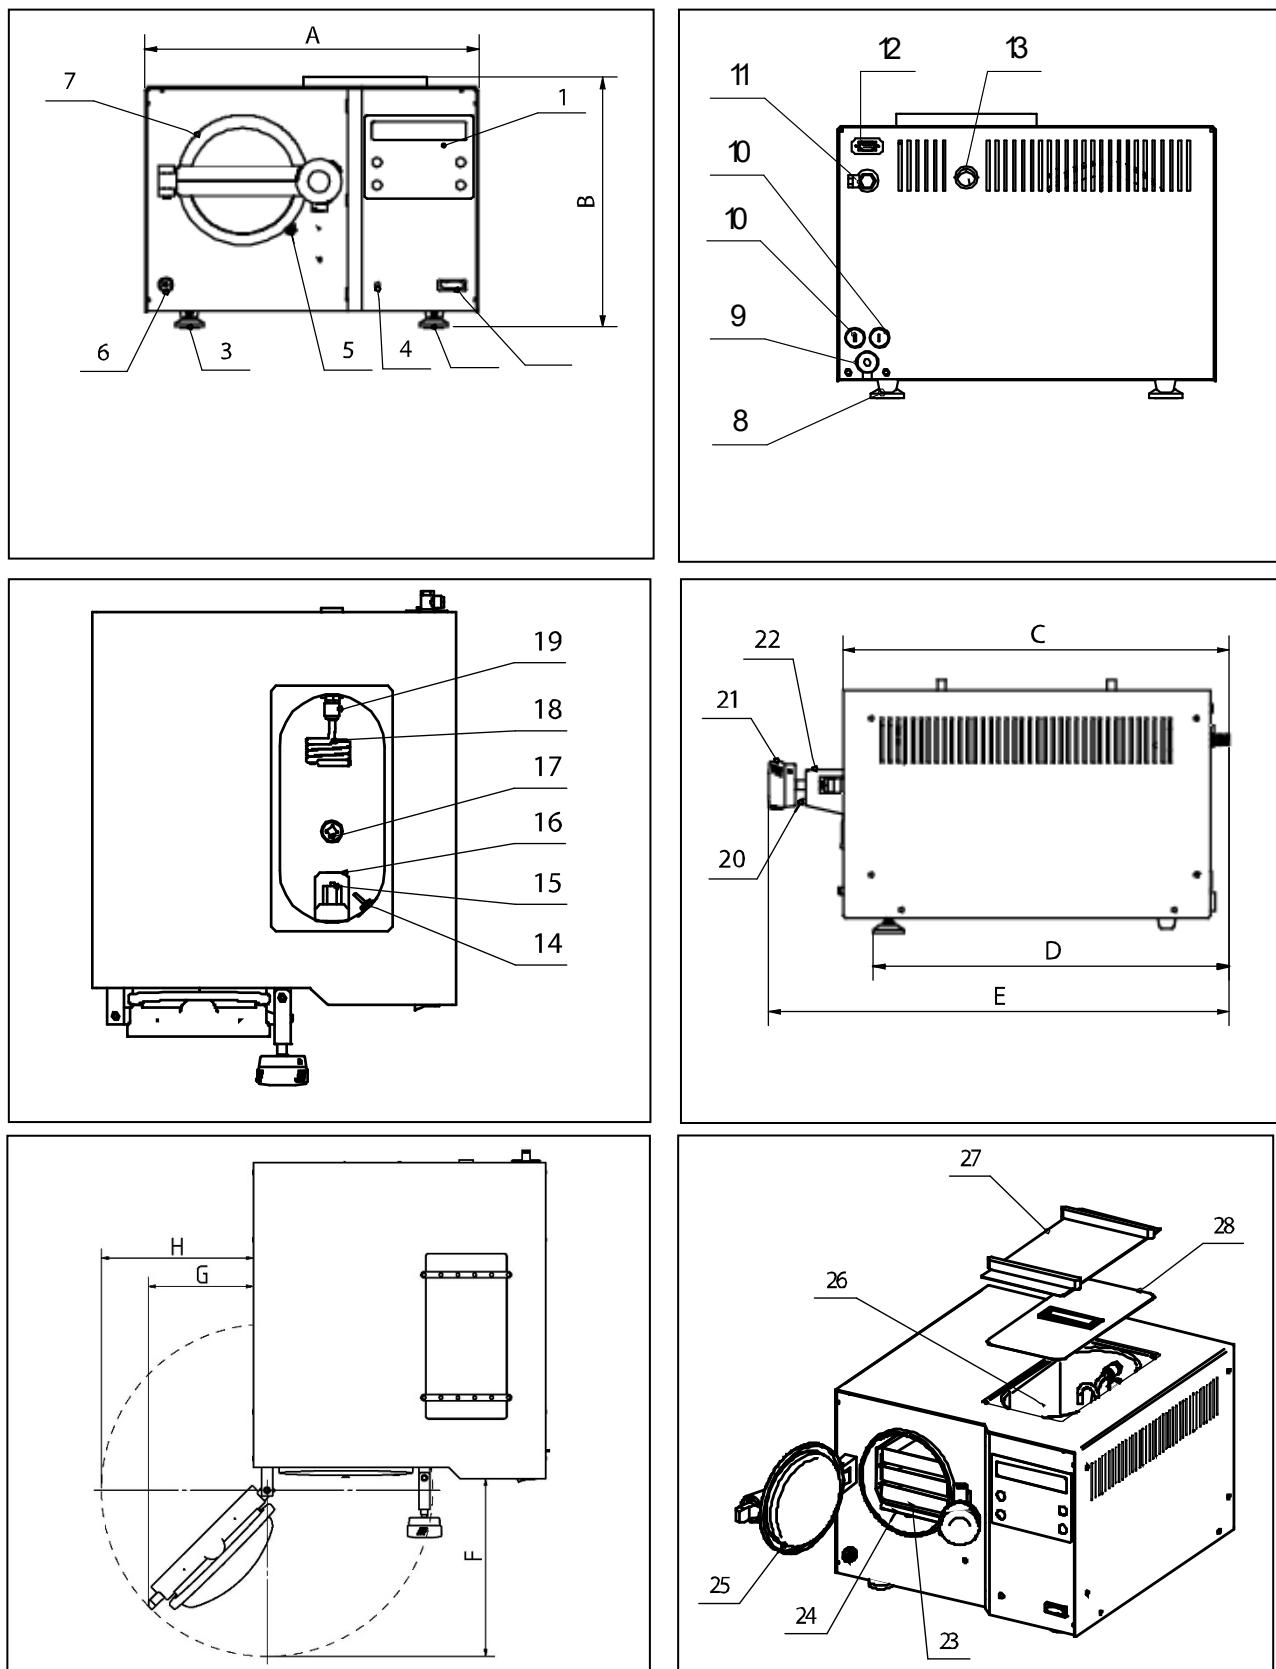

Abb. 1 Geräteansichten
- Bei Anschluss des externen Kondensatbehälters unbedingt die Kondensationswendel Druckablass (Abb. 1, Pos. 18) aus dem Vorratsbehälter entfernen. Täglich den Kondensatbehälter auf seinen Füllstand kontrollieren und rechtzeitig entleeren, um einen Wasserüberlauf und daraus resultierende Wasserschäden zu vermeiden (Keine automatische Niveauüberwachung!).
Bei häufigerem Gebrauch erwärmt sich das Wasser im Vorratsgefäß sehr stark, so dass keine vollständige Kondensation im Vorratsgefäß möglich ist und es zum Dampfaustritt an der Entlüftungsöffnung (Abb. 1, Pos. 13) an der Rückwand des Autoklaven kommt. Unter diesen Umständen kann ein externer Kondensatbehälter (Art.-Nr. 00356) an den Autoklaven angeschlossen und gleichzeitig die Kondensatwendel (Abb. 1, Pos. 18) im Vorratsgefäß entfernt werden. Jetzt arbeitet der Autoklav im Einweg-Verfahren, so dass das je Sterilisation verdampfte Wasser im externen Kondensatbehälter kondensiert wird. Neben der Vermeidung der Überhitzung des Wassers im Vorratsgefäß und dem damit verbundenen Dampfaustritt hat diese Installationsvariante den Vorteil, dass eine Verschmutzung des Wassers im Vorratsgefäß durch im Dampf gelöste Verunreinigungen ausgeschlossen wird und damit für den folgenden Programmablauf wieder saubereres Speisewasser zur Anwendung kommt.
Die Versorgung des Gerätes mit Speisewasser erfolgt aus dem integrierten und manuell zu befüllenden Vorratstank (Abb. 1, Pos. 26). Für eine sichere Befüllung des Vorratsbehälters ist ein Freiraum von mindestens 30 cm oberhalb des Gerätes zu gewährleisten.
Den Netzschalter (Abb. 1, Pos. 2) an der Gerätefront (rechts unten) einschalten.
Den Gehäusedeckel (Abb. 1, Pos. 27) und den darunter befindlichen Deckel des Vorratsbehälters (Abb. 1, Pos. 28) abnehmen. Den Vorratsbehälter mit ca. 3 l Speisewasser füllen. Hierbei ist zu beachten, dass das Wasser nicht die Wasserstandsmarke "MAX" (Abb. 1, Pos. 16) übersteigt. Damit der abströmende Dampf kondensiert und erhöhter Verbrauch an Speisewasser vermieden wird, sollten die Kühlslangen im
Vorratsbehälter immer vom Wasser bedeckt sein. Deshalb verbrauchtes Speisewasser rechtzeitig nachfüllen – oder besser – das restliche Wasser über den Ablasshahn (Abb. 1, Pos. 6) ablassen und Speisewasser wieder bis zur „MAX“-Marke auffüllen.
Blindkappe am Anschluss für den externen Kondensatbehälter (Abb. 1, Pos. 11) an der Rückwand des Autoklaven entfernen, den Ablauchschlauch (im Lieferumfang des Kondensatbehälters) auf den Anschluss stecken und mit dem Überwurf wieder fest verschrauben.
Abschließend die Kondensatwendel Druckablass (Abb. 1; Pos. 18) im Vorratsbehälter durch nach Hinten drücken des Verriegelungsringes der Steckkupplung (Abb. 1; Pos. 19) entfernen und gut aufbewahren.